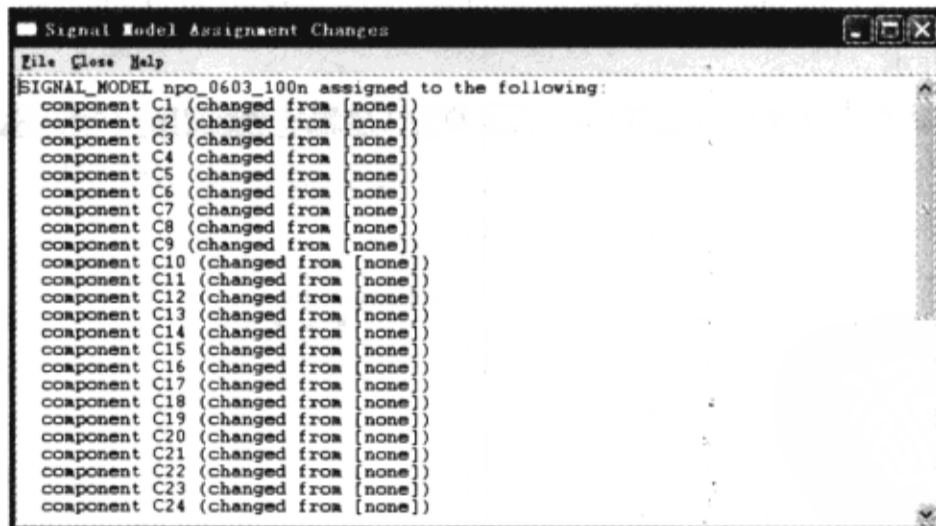

图 10-7-58 “Signal Model Assignment Changes”窗口
(11) 在“SI Model Browser”对话框中单击“Close”按钮,在“Signal Model Assignment”对话框中单击“OK”按钮,弹出“Signal Model Assignment Changes”窗口,如图 10-7-58 所示。